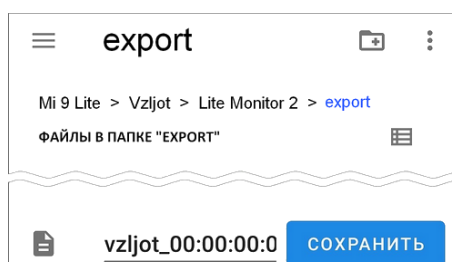

Рис.43. Возможный вид окна для выбора папки сохранения данных.
4.2.9.3. Для сохранения содержимого просматриваемого архива следует нажать кнопку **<ЭКСПОРТ АРХИВОВ>**. При этом, в зависимости от модели смартфона, появится окно, возможный вид которого показан на рис.43. Пользователю будет предложено выбрать папку для сохранения файла с данными архива. Сохраняемый файл имеет формат csv.